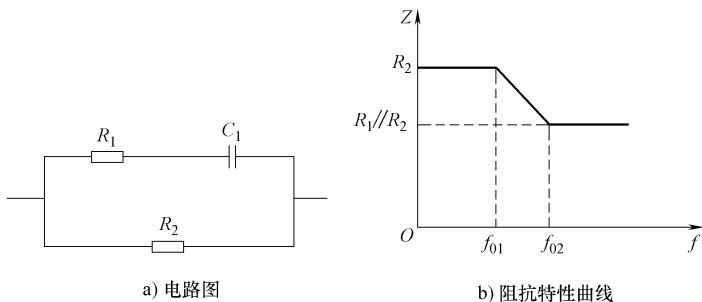

图 9-52 另一种  $RC$  串并联的阻抗特性曲线
2)  $RC$  串并联电路之二。如图 9-52 所示是另一种  $RC$  串并联的阻抗特性曲线, 从这一电路的阻抗特性曲线中可看出, 它有两个转折频率。